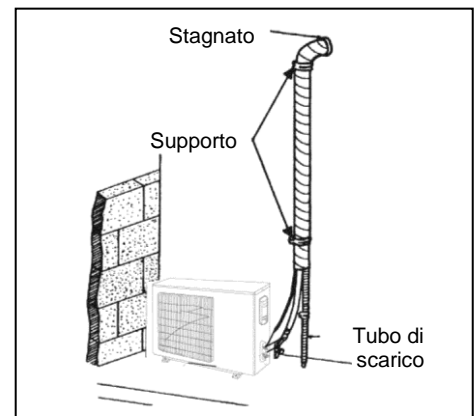

Fig. 15
1. Quando l'unità esterna è installata più in alto rispetto all'unità interna (vedere fig. 15).